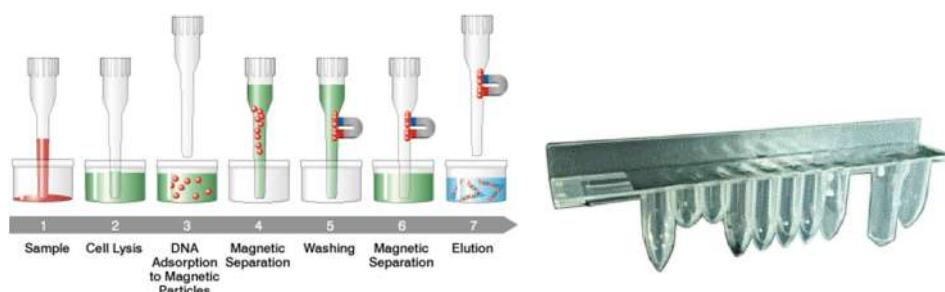

Abb. 1.3: Prinzip der Nukleinsäureextraktion und ELITE InGenius SP 200 Extraktionskassette
- Das Reagenzienset wurde für die Isolierung von Nukleinsäuren aus 200 µL Proben optimiert (Abbildung 1.3: ELITE InGenius – SP200 Extraktionskassette und Extraktionsprinzip)